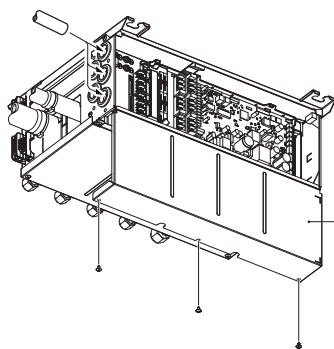

Fig. 8-5
8.1. При использовании кабелепровода (Fig. 8-5,6,7)